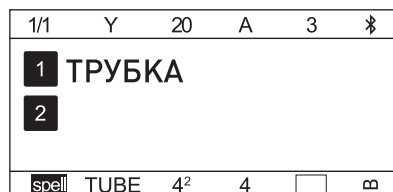

Рисунок 4.1-5
5) Нажмите **【Enter】**, следующий абзац для ввода сгенерируется автоматически, и на дисплее отобразится: (Рис. 4.1-5)